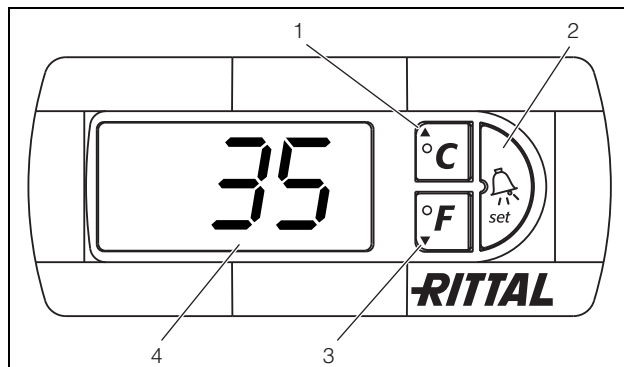

Рис. 17: е-комфортный контроллер
Агрегат работает автоматически, т. е. после включения электропитания начинает непрерывно работать вентилятор испарителя (см. страницу 2, рис. 5), создавая постоянную циркуляцию воздуха внутри шкафа. Компрессор и вентилятор конденсатора управляются е-комфортным контроллером. е-комфортный контроллер оснащен 7-сегментным дисплеем (рис. 17, № 4). После включения электропитания на нем в течение примерно 2 сек. отображается актуальная версия программного обеспечения, а также информация об активированном Есо-режиме. После этого отображается предустановленная опция (напр. t10) либо температура. В нормальном режиме работы дисплей отображает температуру (в градусах Цельсия или градусах Фаренгейта) и сообщения об ошибках. Актуальная температура внутри шкафа обычно отображается на дисплее непрерывно. Сообщения об ошибках отображаются поочередно с актуальной температурой. Программирование агрегата производится кнопками 1 – 3 (рис. 17). Параметры программирования также отображаются на дисплее.
- Нажмите одновременно кнопки 1 и 2 (рис. 17) и удерживайте мин. 5 сек.
Кнопки 1, 2 и 3 (рис. 17) позволяют изменять 24 параметра в заданных диапазонах (мин. значение, макс. значение).